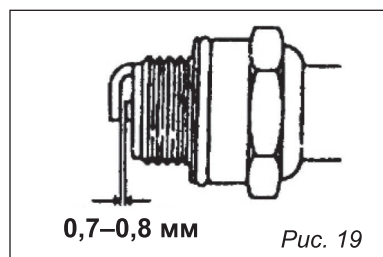

Рис. 19
4. Проверьте расстояние между электродами калибром толщины и установите зазор 0,76 мм при необходимости (рис. 19).